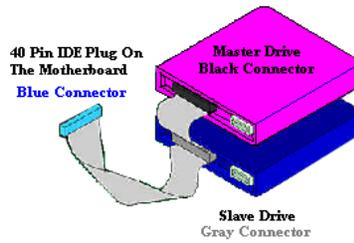

Figure 2-10. Comment connecter la nappe Ultra ATA/66 sur votre carte mère
- Insérez le connecteur **NOIR** dans le connecteur de votre disque Maître. Insérez le connecteur **GRIS** dans le connecteur de votre périphérique Esclave (deuxième disque dur, CD-ROM, etc...). Référez-vous à la figure 2-10.